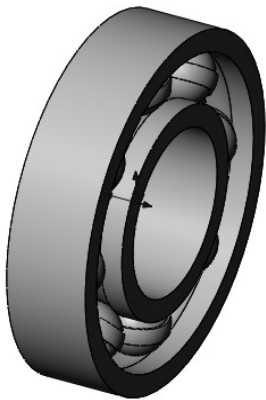

图 7-125 添加配合后的装配体
- [5] 单击【确定】按钮以关闭操控板，添加配合后的装配体如图 7-125 所示。